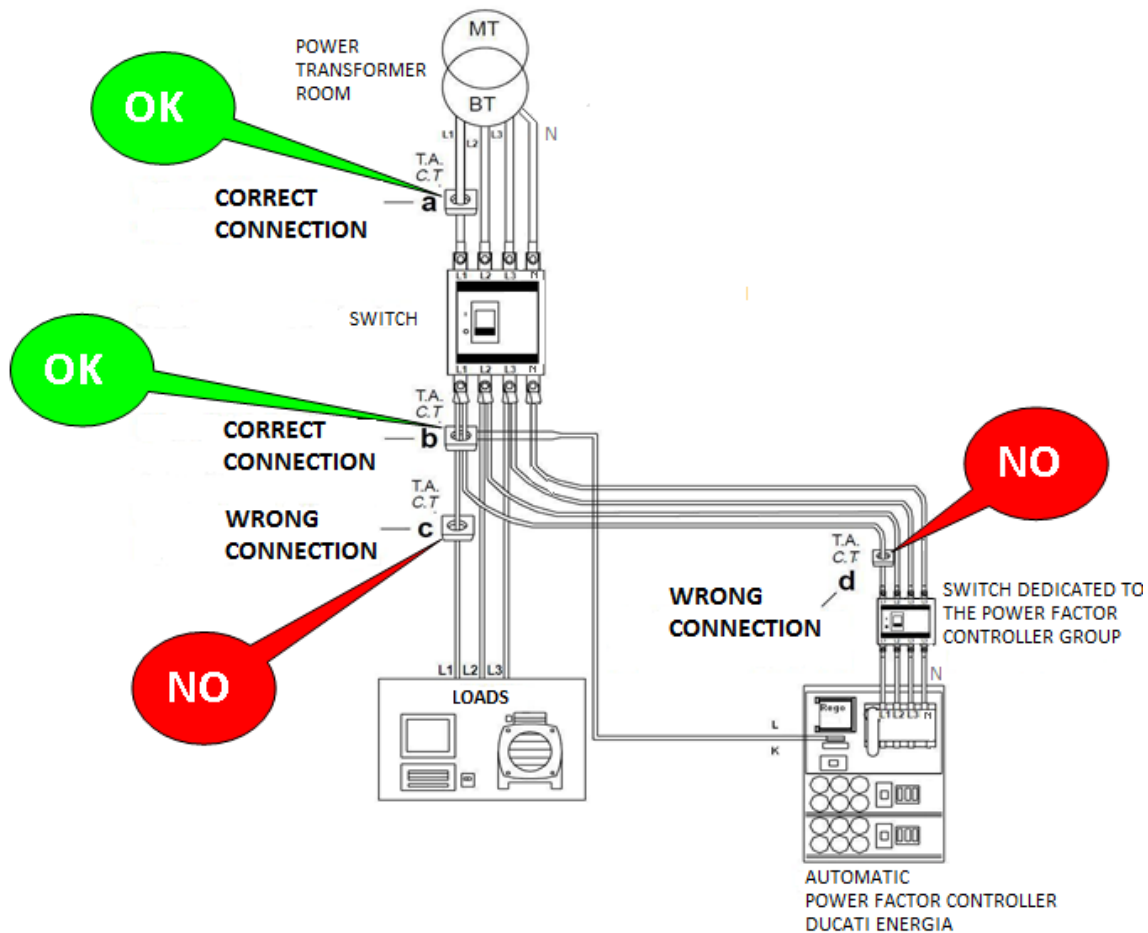

Figura 2 - Ejemplo de conexiones CT
**ATENCIÓN:** Antes de proceder con los pasos descritos a continuación, compruebe que el CT ha sido instalado como se muestra en la Figura 2. Asegúrese también de que la carga conectada permanezca estable siempre y cuando el led "Status" sea de color naranja.
14	<p>CT en posición incorrecta:</p> <ul style="list-style-type: none"> <li>• Led de "Status" en color Rojo fijo.</li> <li>• Leds "Step1...Step5" parpadean como se indica en el error N°= 14 visto en la Tabla 4.</li> </ul> <p>Este error se produce cuando la conexión CT fue configurada incorrectamente (por ejemplo, se conectó como se muestra en la posición "c" o "d" de la Figura 2)</p> <p>Es necesario apagar el armario, comprobar la conexión, eliminar la causa del error y volver a encender el sistema.</p>